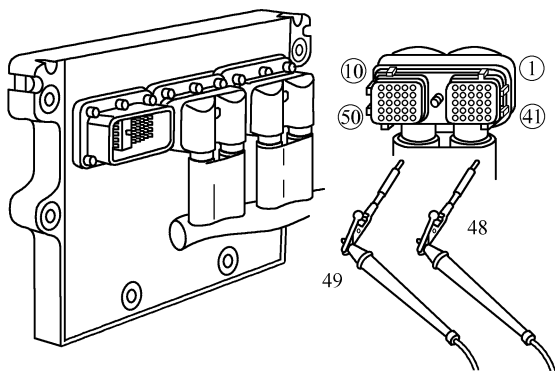
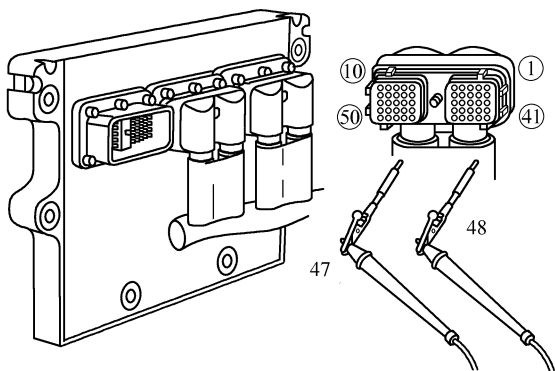
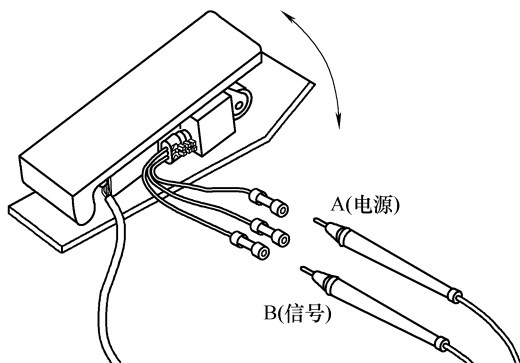
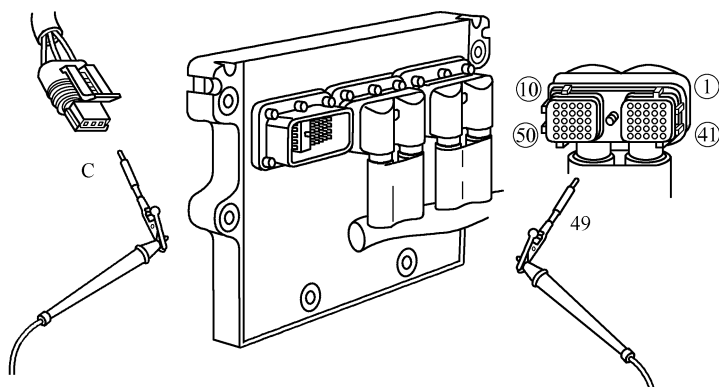

图 3-12 测量触针 48 与 49 之间的电阻
图 3-13 测量触针 48 与 47 之间的电阻
图 3-19 测量电源线(A)与信号线(B)之间的电阻
图 3-20 测量触针 49 与 C 之间的电阻
② 当踩下或松开加速踏板时，测量 OEM 线束插头触针 48 与 49 之间的电阻(图 3-12)，应为 $2000 \sim 3000\Omega$ 。若不合格，更换或维修 OEM 线束。
① 断开钥匙开关，将 OEM 线束连接到加速踏板位置传感器上，从 ECM 上断开 OEM 线束插头。
② 当踩下或松开加速踏板时，测量 OEM 线束插头触针 48 与 47 之间的电阻(图 3-13)，应大于 $100k\Omega$ 。若不合格，维修或更换 OEM 线束。
① 断开钥匙开关,将 OEM 线束与远程油门位置传感器断开。
② 当松开与踩下远程油门时,测量电源线与回路线之间的电阻,即检查远程油门位置传感器触针之间是否开路或短路,其电阻应为 $250 \sim 3000\Omega$ 。若不合格,更换远程油门位置传感器。
② 测量电源线(A)与信号线(B)之间的电阻(图 3-19), 松开远程油门踏板时为 $1500 \sim 3000\Omega$, 踩下远程油门时电阻为 $250 \sim 1500\Omega$ 。若不合格, 更换远程油门位置传感器。
① 断开钥匙开关, 将 OEM 线束连接到远程油门位置传感器上, 将 OEM 线束连接到隔板插头上, 从 ECM 上断开 OEM 线束插头。
② 当松开或踩下远程油门踏板时, 测量触针 48 与 49 之间的电阻(图 3-12), 电阻应为 $2000 \sim 3000\Omega$ 。若不合格, 维修或更换 OEM 线束。
① 断开钥匙开关, 将 OEM 线束与远程油门位置传感器断开, 从 ECM 上断开 OEM 线束插头。
② 测量触针 49 与触针 C(或 3)之间的电阻(图 3-20), 应大于 $100k\Omega$ 。若不合格, 维修或更换 OEM 线束。